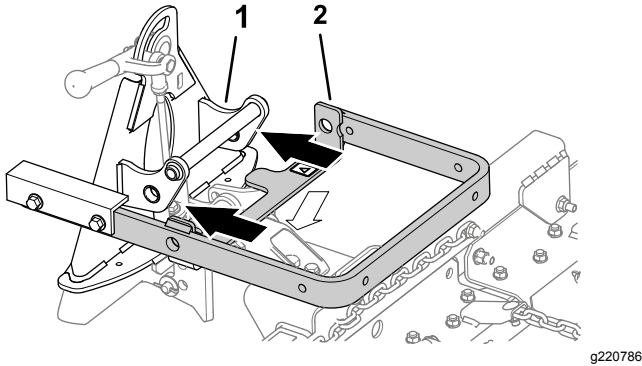
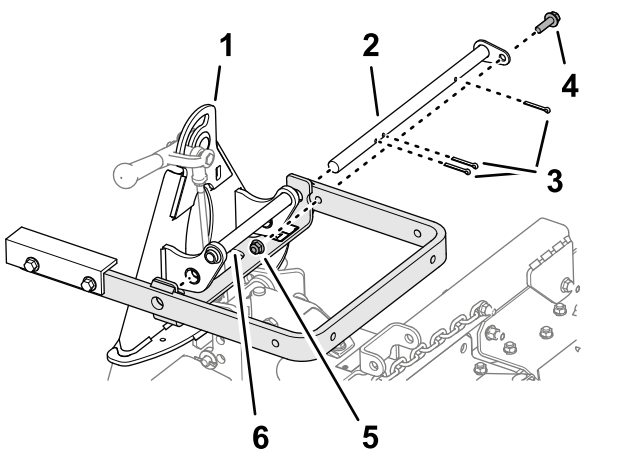

図 5
図 6
4. 昇降アームを、アタッチメントアダプタのブラケットに整列させ図 5、ピボットバーを使って、図 6 のように接続する。
注 アタッチメントアダプタを動かす時には、アダプタの後部についているハンドルを使ってください図 5。
5. ピボットバー図 6を固定するコッターピン3本とボルト $\frac{3}{8}$ x 1 $\frac{1}{4}$ インチとロックナット $\frac{3}{8}$ インチを使用。